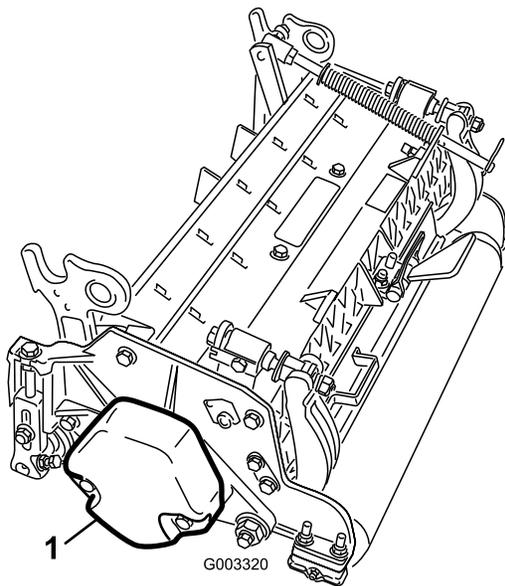

図 15
1. 2番、. 4番、6番カッティングユニットでは、カウンタ・ウェイトをカッティングユニットの左側に固定しているキャップスクリュー(2本)を取る。カウンタ・ウェイトを取り外す（図 15）。